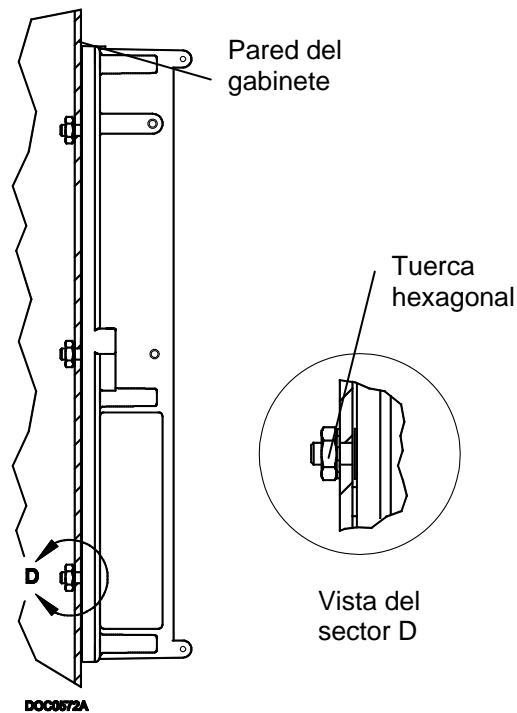

Figura 4. Vista lateral de la pantalla con teclado instalada
9. Para sujetar la pantalla con teclado utilice las tuercas hexagonales 8-32 suministradas (consulte la *Figura 4*).